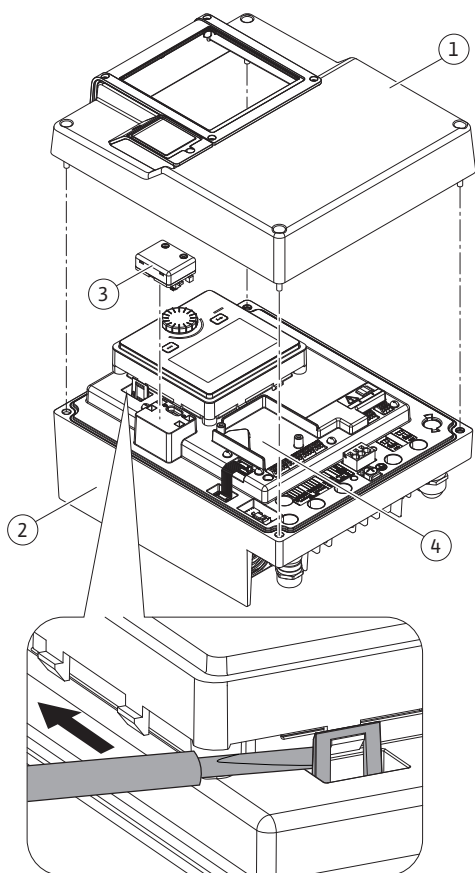
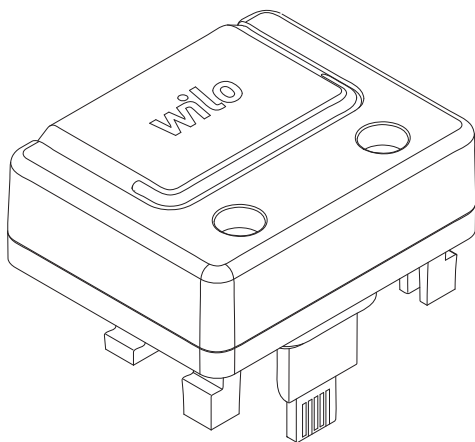

Fig. 25: Modulo elettronico
Fig. 26: Modulo Wilo-Smart Connect BT
1. Aprire con cautela i ganci a scatto (Fig. 25) servendosi di un utensile (ad es. cacciavite).
L'interfaccia Bluetooth del modulo BT Wilo-Smart Connect (Fig. 25, pos. 3 e Fig. 26) serve al collegamento a terminali mobili come smartphone e tablet. Grazie all'app Wilo-Smart Connect è possibile comandare e regolare la pompa, nonché leggerne i dati. Per le impostazioni vedi capitolo "Messa in servizio" [► 46].
3. Inserire il modulo BT Wilo-Smart Connect nell'apposita interfaccia Wilo-Connectivity Interface. Vedi Fig. 25, pos. 3.
I moduli CIF (accessori) servono alla comunicazione tra le pompe e il sistema di controllo dell'edificio. I moduli CIF sono inseriti nel modulo elettronico (Fig. 25, Pos. 4)